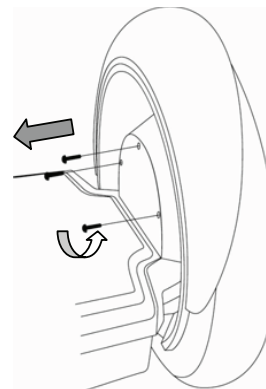

图 1. 拆卸变速箱盖
2. 使用一把 4 毫米六角扳手拆下三个变速箱盖螺丝，将它们放置于安全位置。见图 1。